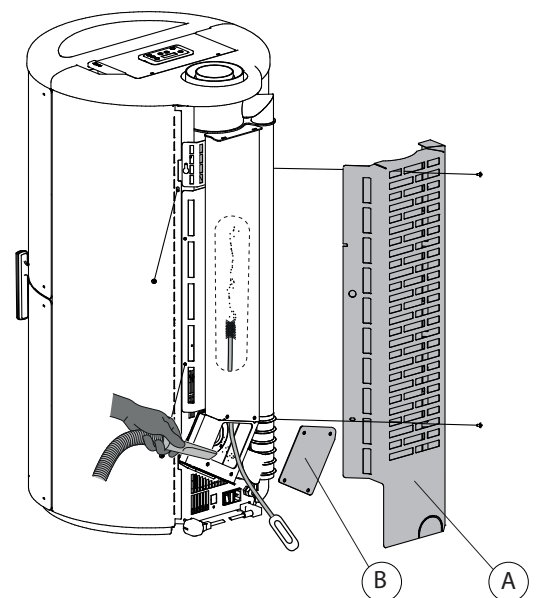

Fig. 6.1.3
6.1.4 LIMPIEZA DEL CONDUCTO DE EVACUACIÓN DE LOS HUMOS DE LA ESTUFA (Fig. 6.1.3)